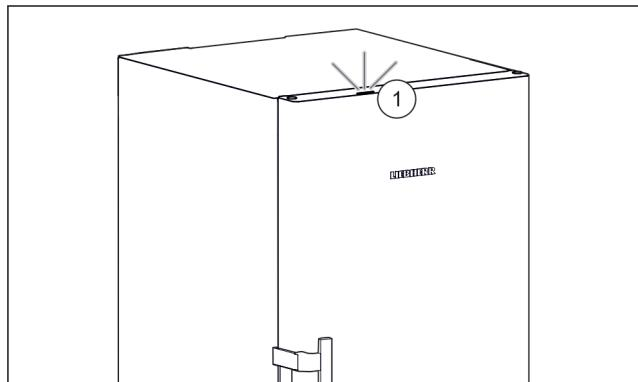

Fig. 36 Aktívne stavové svetlo pri zatvorených dverách
- ▷ Stavové svetlo Fig. 36 (1) je aktivované.